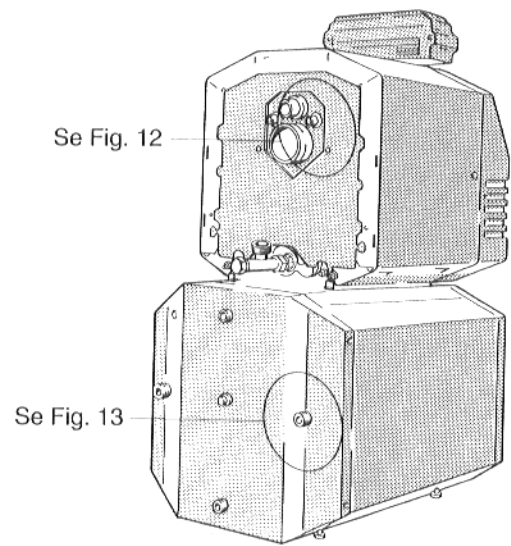
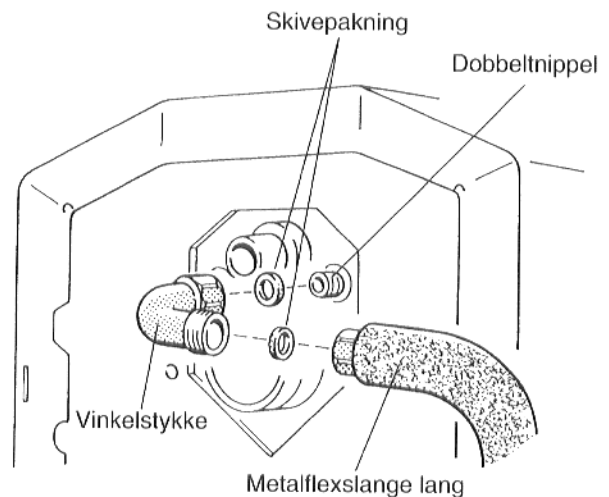
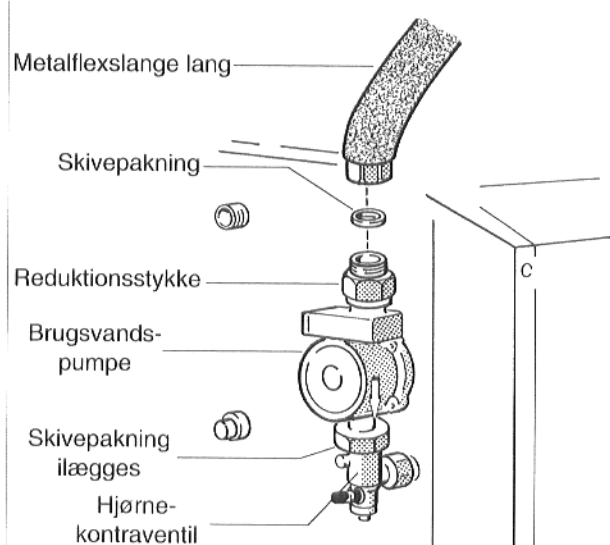

Fig. 11
Fig. 12
Fig. 13
- O-ring monteres i noten på dobbeltniplen (Fig. 11 og Fig. 12).
- Dobeltniplen skrues ind i fremløbstilslutningen til brugsvandsopvarmningsbeholderen på kedlen (Fig. 12 og Fig. 11).
- En skivepakning lægges ind i omløberen på det andet vinkelstykke, som derefter skrues løst sammen med dobbeltniplen (Fig. 12).
- En skivepakning lægges ind i omløberen på kontraventilen, og hjørne-kontraventilen skrues fast til beholderfremløbet (Fig. 13 og Fig. 11).
- En skivepakning til brugsvandspumpen (Ø 44 x 28 x 2) lægges ind i den øverste omløber på hjørne-kontraventilen, og brugsvandspumpen med nedadrettet transportretning skrues fast til hjørne-kontraventilen (Fig. 13 og Fig. 11).
- Den anden skivepakning til brugsvandspumpen (Ø 44 x 28 x 2) lægges ind i reduktionsstykket, hvorefter reduktionsstykket skrues fast til sugestudsden på brugsvandspumpen (Fig. 13 og Fig. 11).
- Metallflexslangen mellem de to tilslutninger holdes og formes efter ønske (Fig. 11).